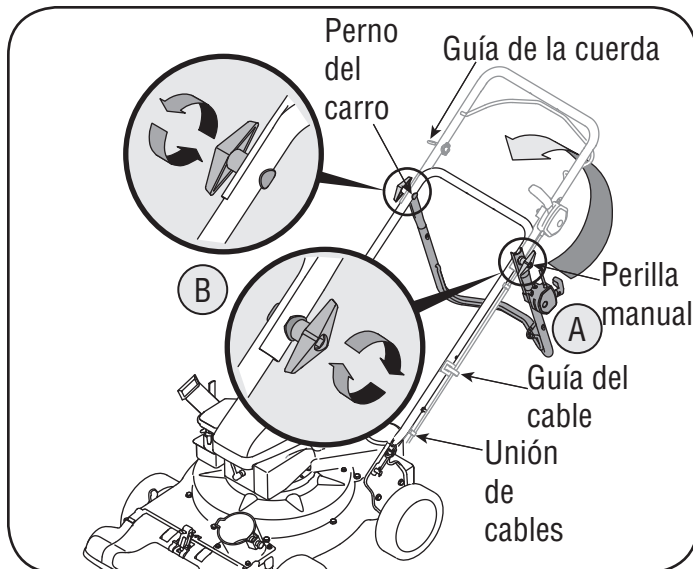

Figura 3
2. a. Despliegue la manija superior hasta que quede alineada con la manija inferior. Asegúrese que la guía de la cuerda esté situada a la derecha de la manija superior. Vea la figura 3.
- b. Para sujetar las dos manijas ajuste las perillas de la manija (los pernos del carro deben estar colocados de forma adecuada en la manija). Vea la figura 3.
3. Tire de las dos uniones de cable unidas a los cables, ajuste aproximadamente 8 pulgadas de cada extremo de cable, y ubique los cables en su guía. Vea la figura 3.